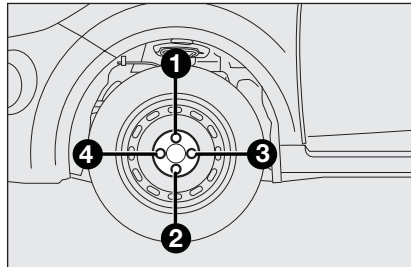

Abb. 8
- ☐ Die Radbolzen nun über Kreuz vollständig festziehen, wie in **Abb. 8** gezeigt.
- ☐ Mit dem beiliegenden Schraubenschlüssel die Radbolzen vollständig nachziehen, wie in **Abb. 8** gezeigt.